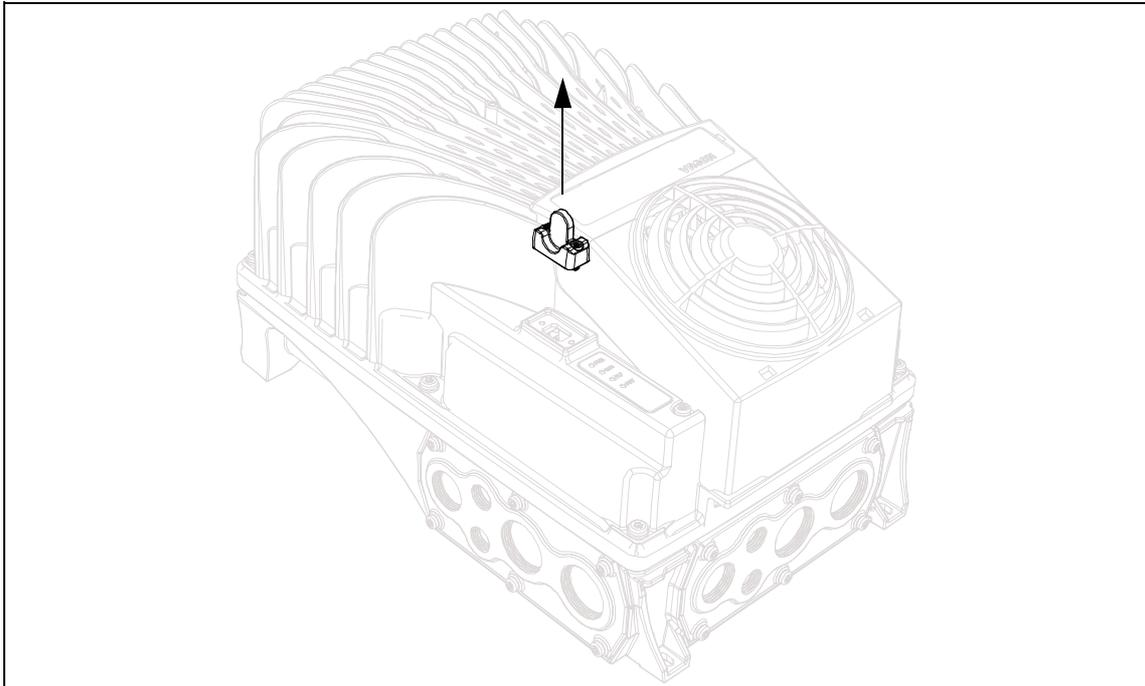

Figure 53. Déconnexion du couvercle IHM du convertisseur de fréquence.
- Retirer le cache-prise IHM du convertisseur de fréquence comme illustré dans la Figure 53.